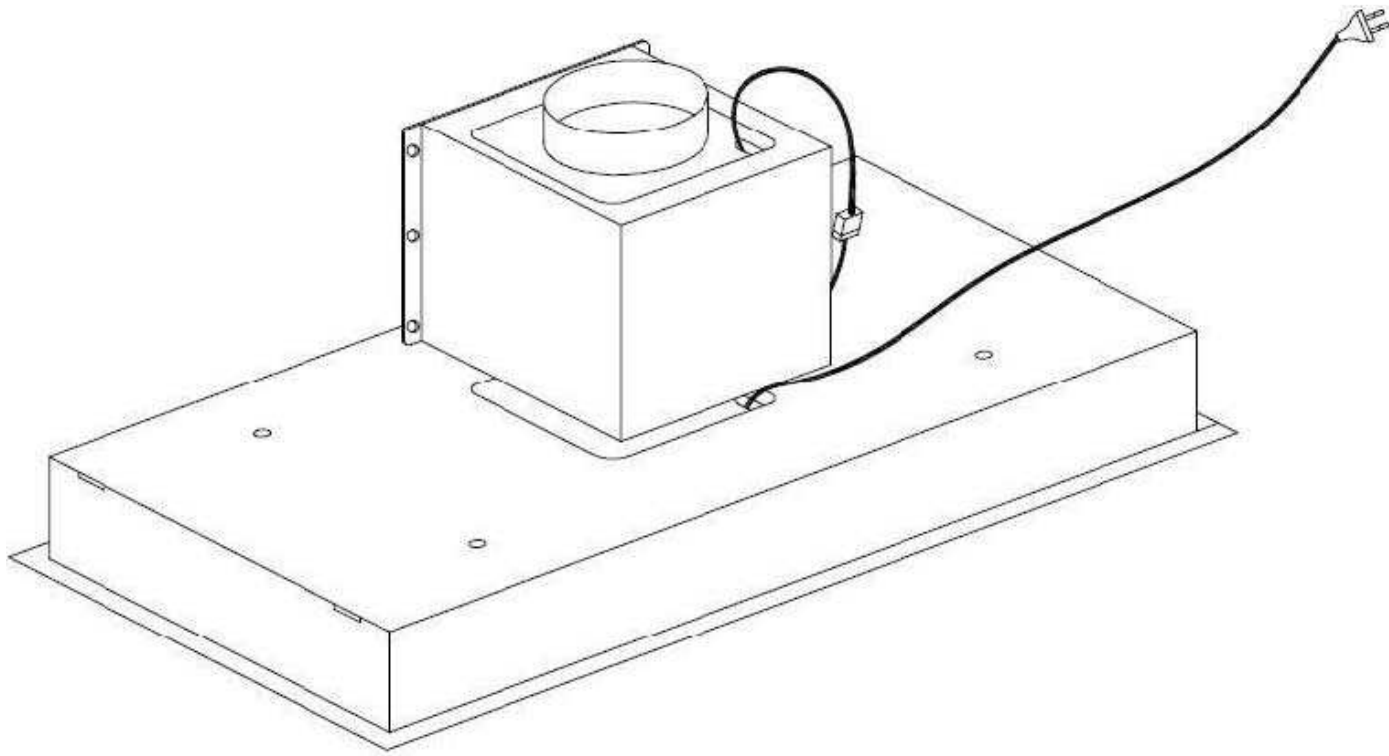

Abb. 7
- Schließen Sie nun das Motorkabel an und stecken Sie den Netzstecker an die Steckdose (Abb. 7).